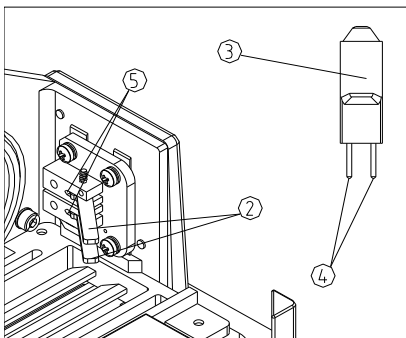

图 3
(2) 掰开灯泡锁紧片②，用干净的手套或纱布拿住灯泡③，把灯泡的插脚④尽可能深地插入灯座上的插孔⑤，灯泡插入后应垂直，不要歪斜。（如图 3）
(3) 松开灯泡锁紧片②，灯泡被锁紧，装上罩壳组。